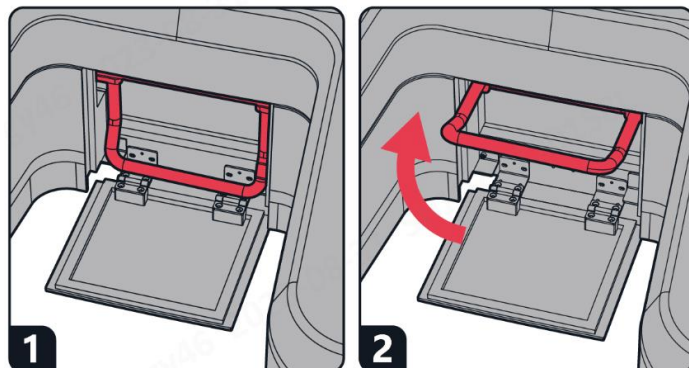

Рисунок 3.3. Состояние выключения сцепления
2. Как показано на рис. 3.3, потянув за ручку из исходного положения в горизонтальное, можно вручную толкать платформу в аварийных ситуациях.